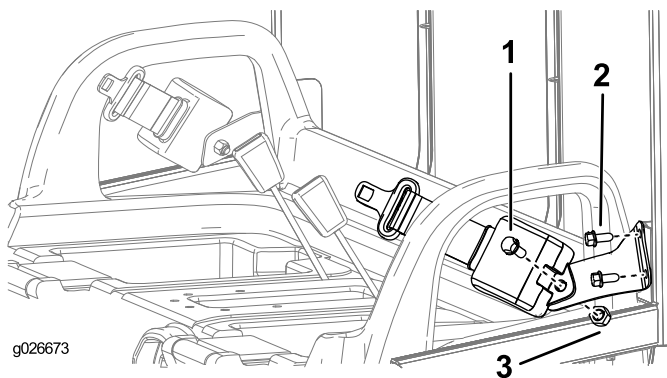

Рисунок 7
1. Установите кронштейн ремня безопасности на каждый выступ конструкции ROPS с помощью двух болтов, как показано на Рисунок 7.
3. Установите вытягивающийся конец каждого ремня безопасности на крепежный кронштейн каждого ремня безопасности с помощью болта (7/16 дюйма) и гайки (7/16 дюйма), как показано на Рисунок 7.